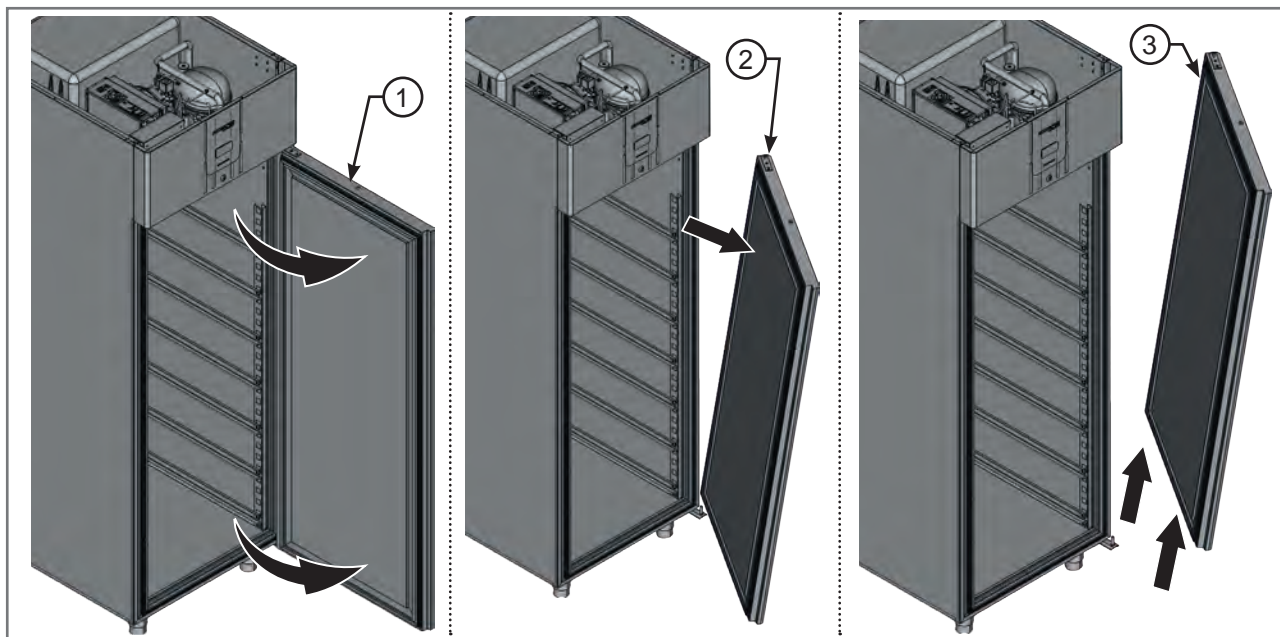

Fig 3.19 - Retrait de la porte
- À deux, ouvrir la porte (1 - Fig. 3.19), la retirer (2 - Fig. 3.19) et la soulever (3 - Fig. 3.19) en faisant extrêmement attention.